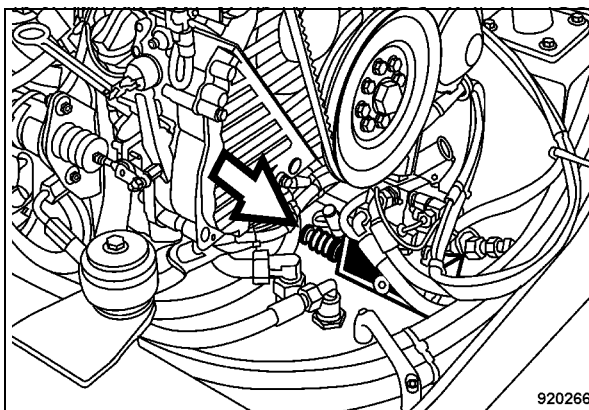

Fig. 109
- Premere la manopola di comando d'emergenza (Fig. 109) fino alla battuta per allentare il freno di stazione.